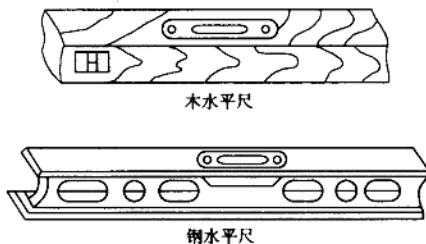

图1-2 水平尺
7) 水平尺：如图1-2所示，主要用来检查物面是否水平或铅垂。将水平尺置于物面上，如中部水准管气泡居中，则物面水平；将水平尺一边紧靠物体的立面，如端部水准管气泡居中，表示该立面铅垂。水平尺有木制和钢制两种。使用时为防止误差，可在平面上将水平尺旋转 180° ，复核气泡是否居中。